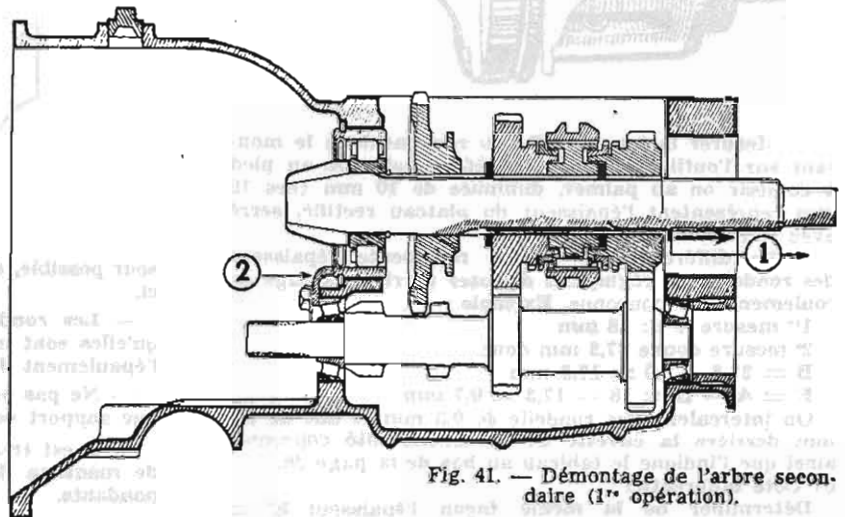

Fig. 41. — Démontage de l'arbre secondaire (1re opération).
● Sortir, par l'avant de la boîte, la rondelle de réglage de la distance conique et la clavette de verrouillage (1) (fig. 41) prenant place dans une cannelure de l'arbre.
● Du côté pont, déposer la plaque tête de butée du roulement d'arbre primaire (2) (fig. 41).